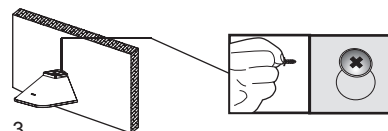

Abb. 3
3. Installieren Sie Haube, so dass alle 4 Löcher mit 4 in der Wand installierten Schrauben zusammenfallen. Befestigen Sie die Zwischenhaube an der Rückseite der Wand, zuerst 2 obere Scharuben und dann 2 untere befestigt. (Abb. 3)